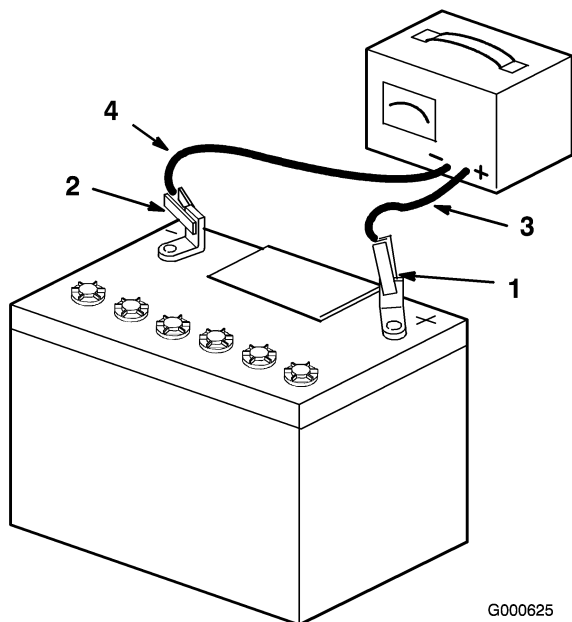

Figura 6
8. Quando la batteria è completamente carica, staccate il caricabatterie dalla presa elettrica e scollegate i cavi di ricarica dai poli della batteria (Figura 6).